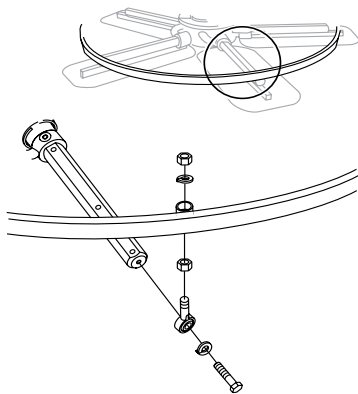

Bild 39. Stabilisatorring
1. Ta bort hårdvaran som fäster stabilisatorringen till glättararmen (bild 39).